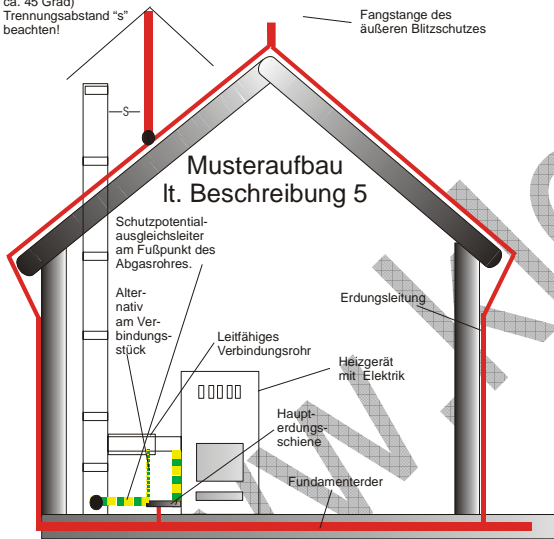

Bild 5
5. ... innerhalb eines Gebäudes mit äußerem Blitzschutz, durch die Dachfläche hindurch - innerhalb oder außerhalb eines speziellen Schachtes - in einen Raum in eines der Geschosse zu einem Ofen lt. Punkt 1, mit Verbindung zur Elektrik, führt. (Bild 5)